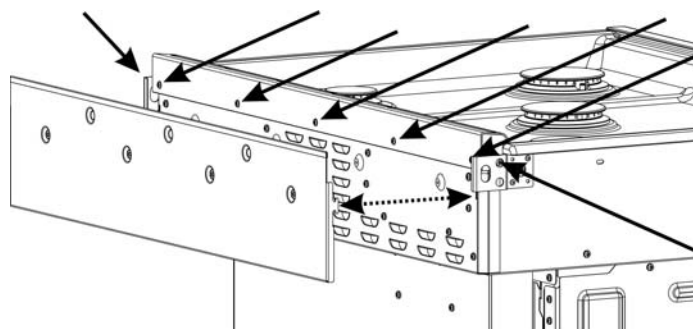

Figure 2 : Emplacements des vis de la garniture (grille d'aération retirée)
5. Soulevez la grille d'aération hors des fentes qui la maintiennent en place (voir Figure 2). Repérez les emplacements des fentes pour plus tard.
7. Retirez les vis qui maintiennent la garniture (cinq vis à l'arrière et une vis à chaque extrémité) (voir Figure 2). Conservez ces vis pour l'installation du dossieret bas.
- Maintenez le dossier bas en position verticale tout en installant et en serrant les cinq vis à l'arrière (voir Figure 2).